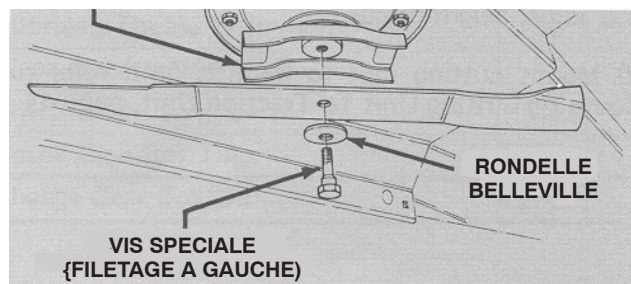

Figure 32
2. Tenez la lame à son extrémité avec un chiffon ou un gant épais. Enlevez de l'ensemble axe, la vis spéciale, la rondelle Belleville et la lame (Fig. 32).